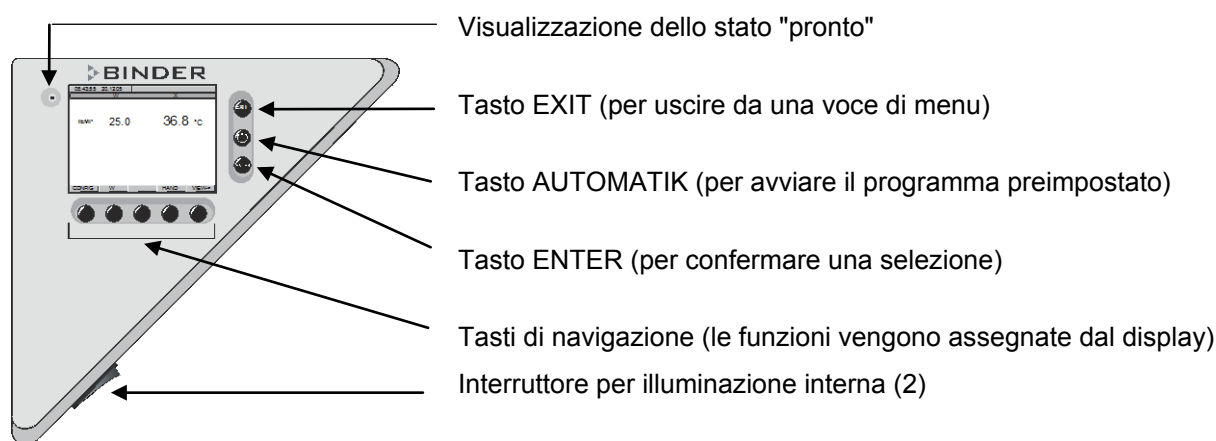

Figura 8: Regolatore a programma MB1
- Fissare il flessibile dell'acqua di raffreddamento al raccordo "OUT" (18) sul lato posteriore dell'apparecchio (filetto da $\frac{3}{4}$ ") (Figura 8).
- Fissare il flessibile dell'acqua di raffreddamento al raccordo "IN" (19) sul lato posteriore dell'apparecchio (filetto da $\frac{3}{4}$ ") (Figura 8).
- Il collegamento alla mandata di acqua può avvenire con il flessibile fornito o con un altro flessibile resistente alla pressione. A questo scopo rimuovere la copertura presente sul raccordo dell'acqua "IN" (19) sul lato posteriore dell'apparecchio (Figura 8).